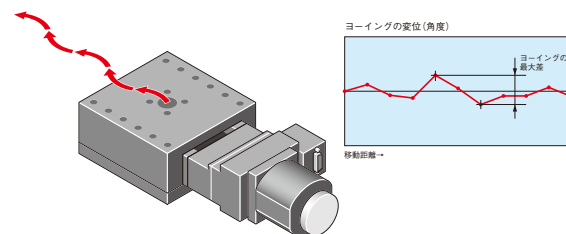

図3-9 ヨーイング
3.9 ヨーイング[JIS B 6191-1993準拠]【図3-9】